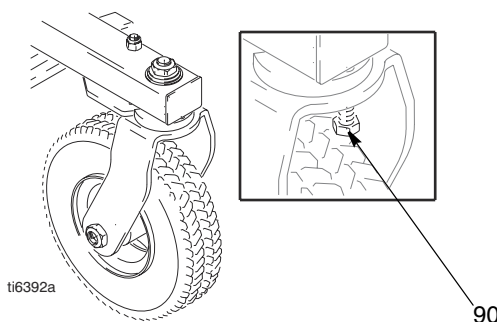

ABB. 1
7. Die Schrauben (34) am Getriebegehäuse installieren. Gleichmäßig mit dem in Hinweis 3 in Abb. 1 angegebenen Wert anziehen.
9. Die vordere Abdeckung (52) mit zwei Schrauben (32) anbringen.